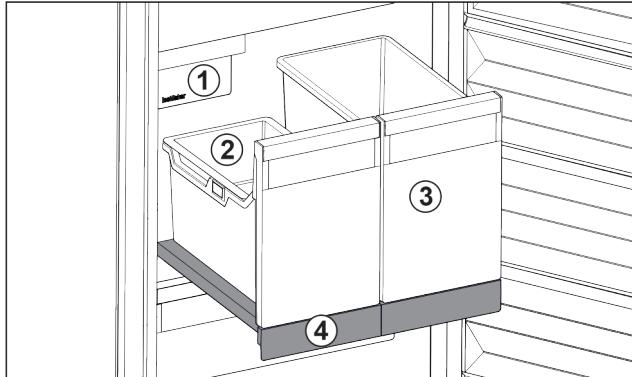

Fig. 28 Витяжна панель IceTower
На витяжній панелі є два високих резервуара (IceTower). В резервуарі Fig. 28 (2) кубики льоду з IceMaker збираються та зберігаються. Резервуар Fig. 28 (3) придатний для зберігання високих харчових продуктів, таких як піца та алкогольні напої.